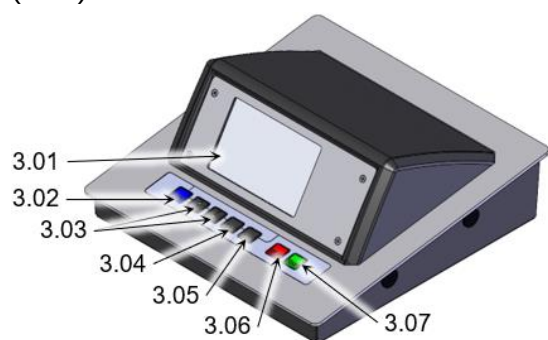

ABB. 2 ELEKTRONIKEINHEIT FRONTSEITE
- Stecken Sie das Verbindungskabel der Messeinrichtung in die Buchse (3.09, Abb. 2) und ziehen Sie die Schrauben fest.
- Schalten Sie die Elektronikeinheit durch Drücken des Netzschalters (3.08, Abb.2) ein.
Das Display (3.01, Abb.2) zeigt:
- Drücken Sie die FUNC-Taste (3.02, Abb.2)
- Bestätigen Sie mit der OK-Taste (3.05, Abb.2).
- oder stellen Sie über die Pfeil-Tasten (3.03, Abb.2) eine andere Sprache ein.
Im Display (3.01, Abb.2) wird z.B.
- oder stellen Sie über die Pfeil-Tasten (3.03, Abb.2) eine andere Helligkeit ein.
- oder stellen Sie über die Pfeil-Tasten (3.03, Abb.2) **Reset : JA** ein und bestätigen Sie mit der OK-Taste (3.05, Abb.2).
- Bestätigen Sie den Referenzpunkt mit der OK-Taste (3.05, Abb.2).
Das Display (3.01, Abb.2) zeigt kurz: "Referenzpunkt gesetzt!"